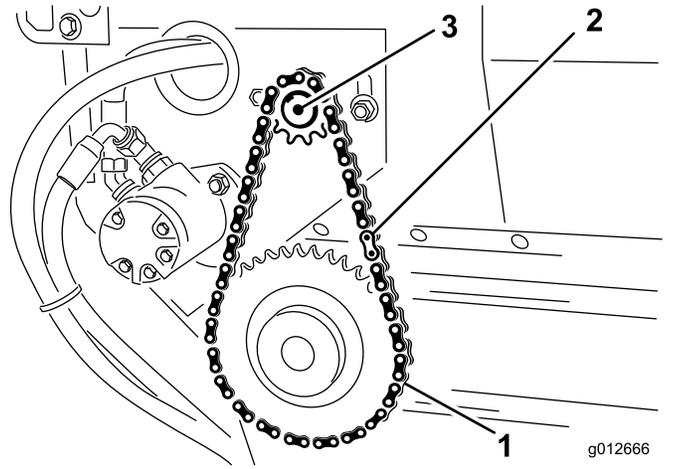

Рисунок 32
1. Наденьте цепь на малую звездочку и закрепите цепь замыкающим звеном (Рисунок 32).